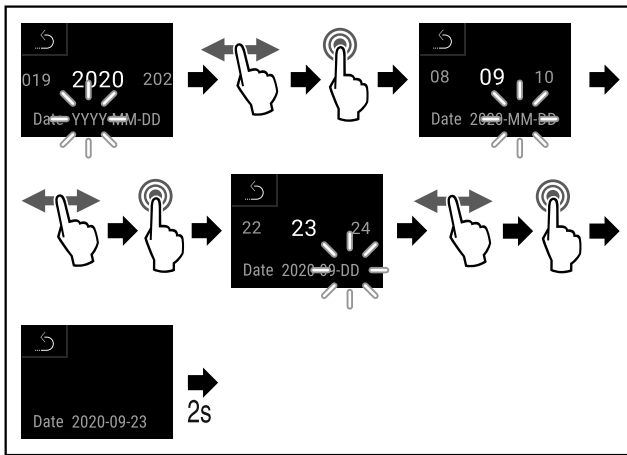

Fig. 106
- ▶ Suivre les étapes (voir Fig. 106) .